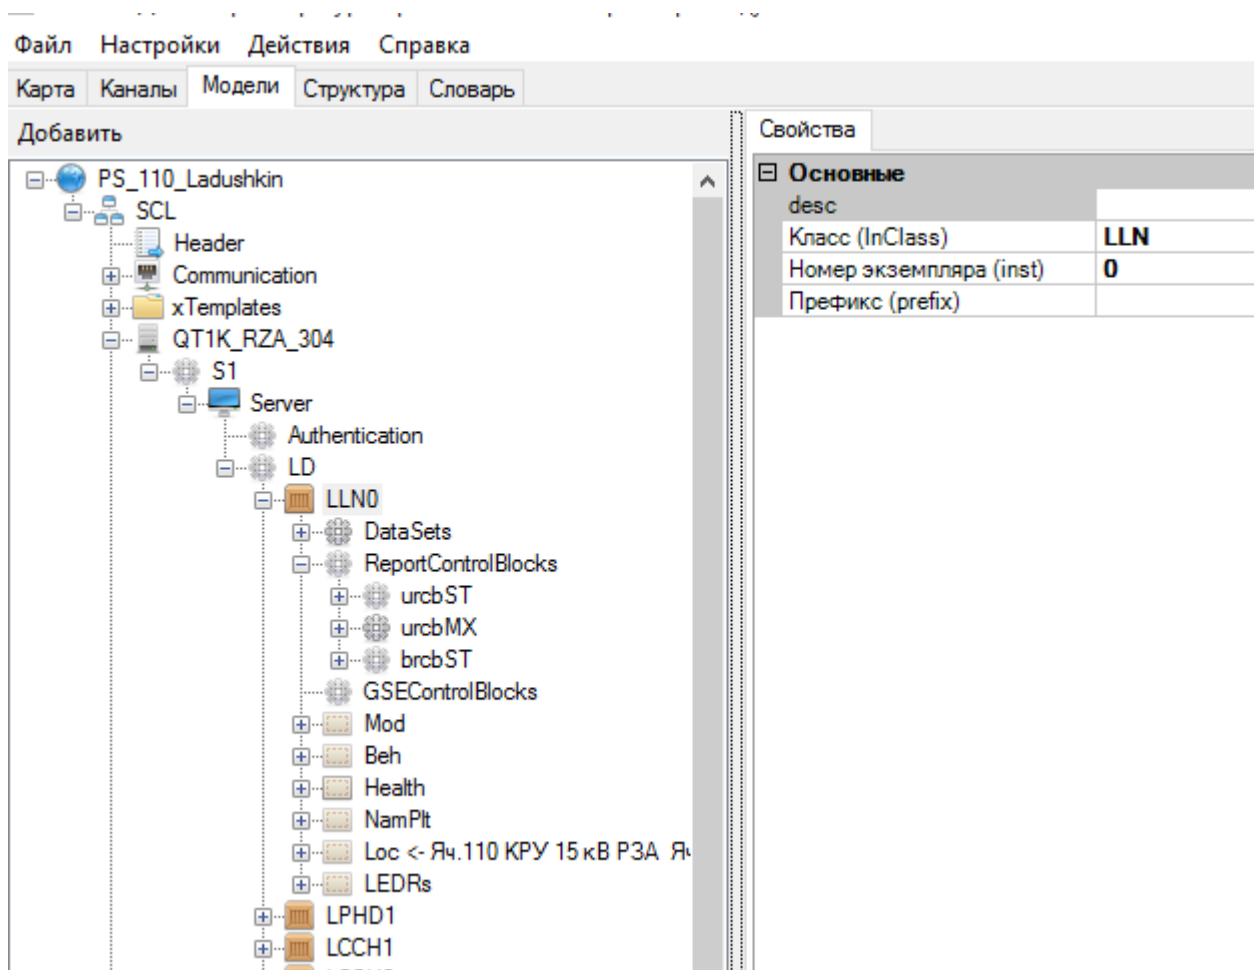

Рисунок 263. Объектная модель. Логический узел IED-устройства
Каждое логическое устройство должно содержать одно или несколько логических узлов (LN). Обязательно должен присутствовать логический узел LLN0 (см. Рисунок 263). Логический узел является наименьшим элементом, способным обмениваться данными. Его можно рассматривать как одну из составных функций устройства.